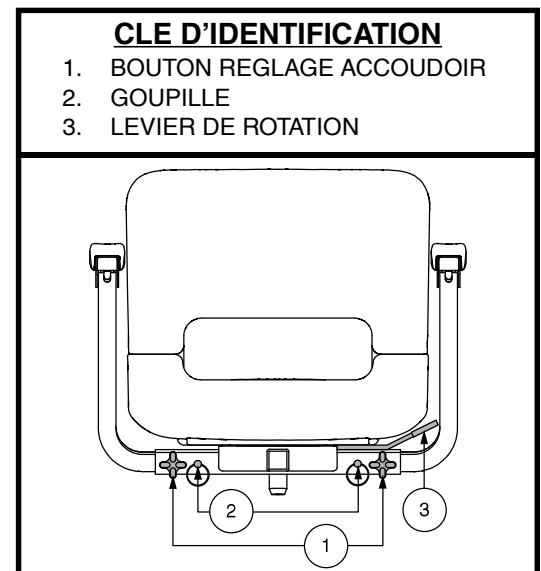

Figure 21. Réglage du siège – Style A
1. Desserrez les boutons de réglage. **Voir la figure 21.**
1. En fonction de votre type de siège, soit tirer vers le haut ou pousser vers l'avant le levier de rotation du siège afin de dégager le siège. **Voir la figure 21 ou 22.**